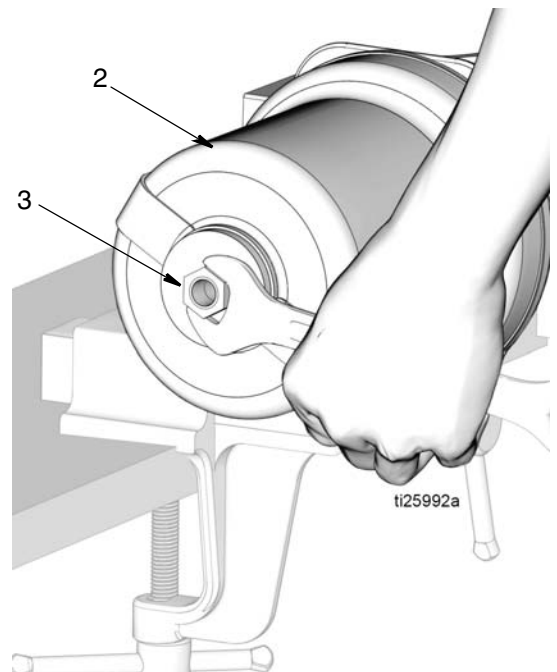

图 16
- 从气缸 (2) 的顶部拆下活塞防松螺母 (3) (图 16)。